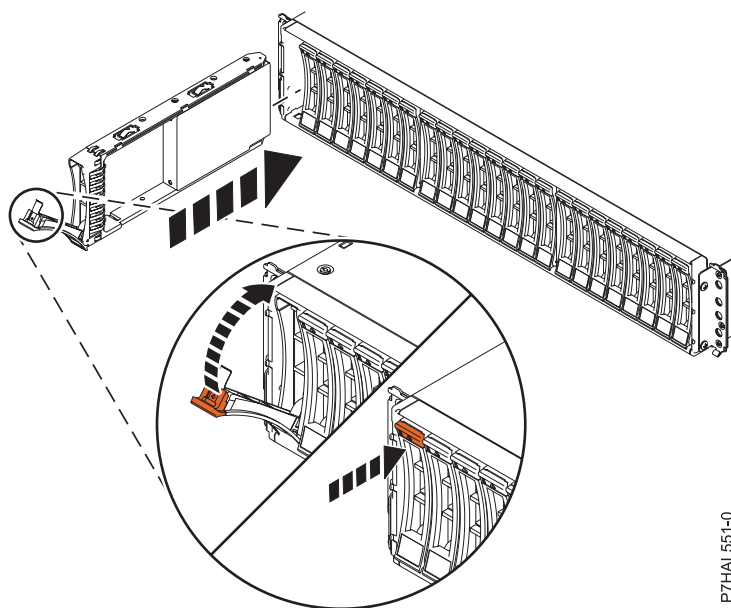

Figura 20. Instal·lació de la unitat de disc a Allotjament de la unitat de disc 5887
1. Amb la nansa en posició desbloquejada, consulteu Figura 20, aguanteu la part inferior de la unitat mentre l'alineeu amb les guies de la unitat d'expansió.